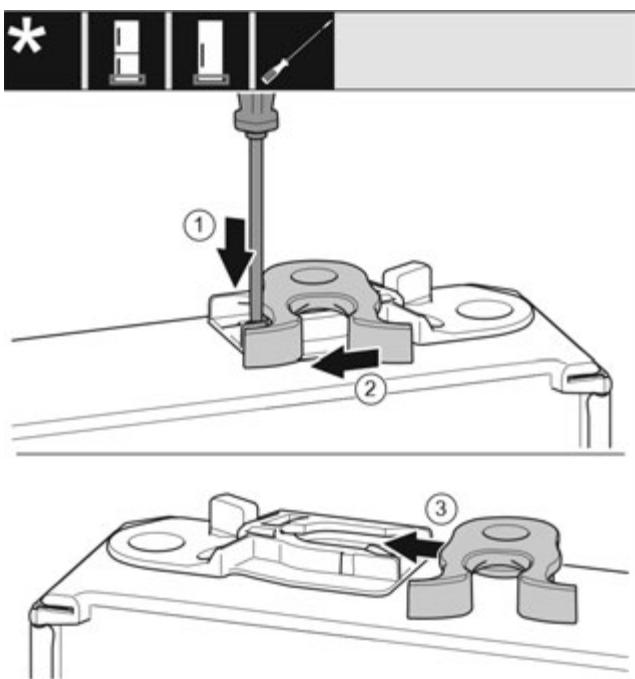

Fig. 17
- За допомогою шліцевої викрутки притисніть униз накладку. Fig. 17 (1)
- Витягніть із напрямної запірний гачок. Fig. 17 (2)
- Вставте запірний гачок у напрямну з іншого боку. Fig. 17 (3)